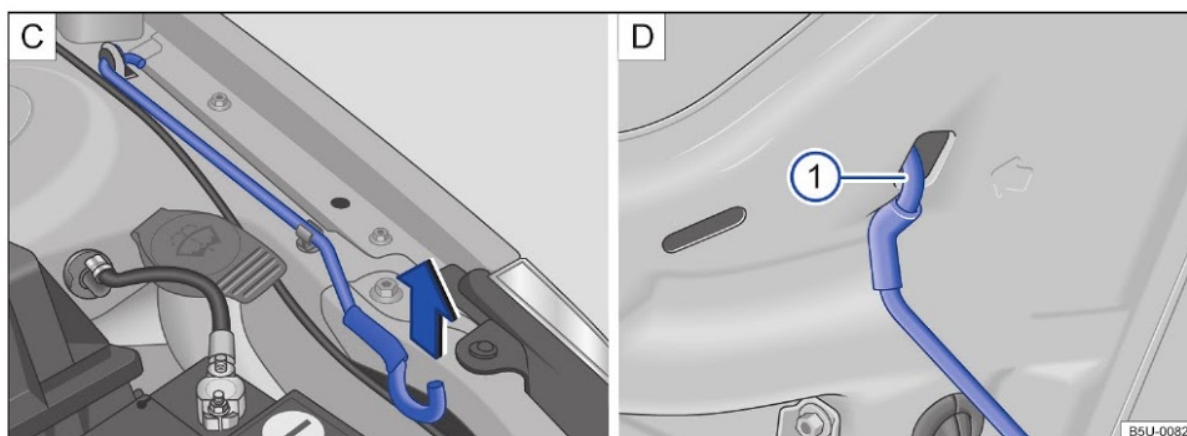

Fig. 126 **C** Haste de sustentação da tampa do compartimento do motor. **D** Tampa do compartimento do motor apoiada na haste de sustentação.
- Retirar a haste de sustentação do suporte no sentido da seta → Fig. 126 **C** e posicioná-la na abertura na tampa do compartimento do motor → Fig. 126 **1** **D**.
- Retirar a haste de sustentação do furo → Fig. 126 **1** **D** e encaixá-la no suporte do fecho → Fig. 126 **C**.